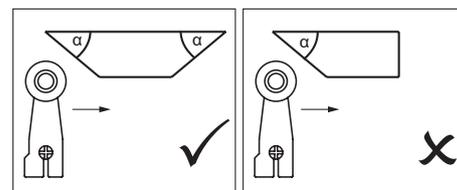

Fig. 1: Forma della camma
- ▶ Per evitare che l'elemento di azionamento rimbalzi, la camma deve terminare la corsa gradualmente (vedere Fig. 1).